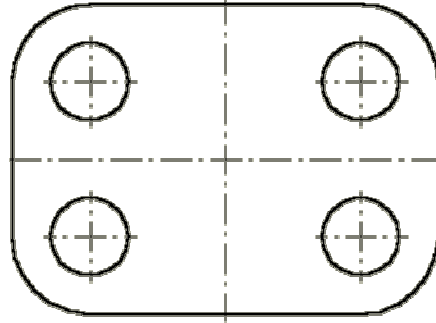

Рис. 1.17.
21. Знову активізуйте команду **Симетрія**, включіть кнопку **Вказати наново** і вкажіть мішенню на горизонтальну вісь симетрії в будь-якій її точці система виконає побудову нижньої пари отворів (рис. 1.17).